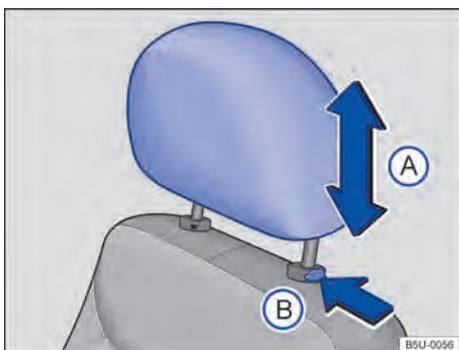
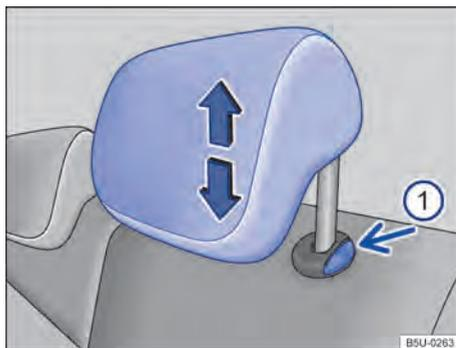

Fig. 58 Apoyacabezas delantero: ajustar, montar y desmontar.
Fig. 59 Apoyacabezas trasero: ajustar, montar y desmontar.
- Empujar el apoyacabezas hacia arriba o hacia abajo en el sentido de la flecha → fig. 58 (A) → ⚠ en *Introducción al tema* de la pág. 67.
- Mover el apoyacabezas hacia arriba o hacia abajo en el sentido de la flecha con la tecla → fig. 59 ⓘ presionada → ⚠ en *Introducción al tema* de la pág. 67.
- Presionar la tecla → fig. 58 (A) o → fig. 59 ⓘ en el sentido de la flecha. Retire el apoyacabezas mientras presiona la tecla.
- Empujar el apoyacabezas completamente hacia abajo con la tecla → fig. 58 (A) presionada.
- Empujar hacia abajo el apoyacabezas con el botón → fig. 59 ① presionado.